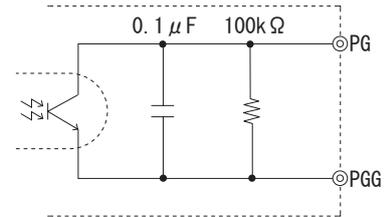

図3.13 PG端子の内部回路
■パワーグッド (PG) を用いることで、電源の正常動作、異常動作をモニタすることができます。正常動作時は“L”、動作停止時は“H”となります。
- ①出力電圧が定格出力電圧の20%以下、または、設定した出力電圧の60%以下に低下した場合、PG信号は“H”となります。
- ②定電流外部可変を使用する場合、出力電圧が低下してもPG信号は“L”となります。
■PG回路の構成・仕様は、表3.5、図3.13のようになります。